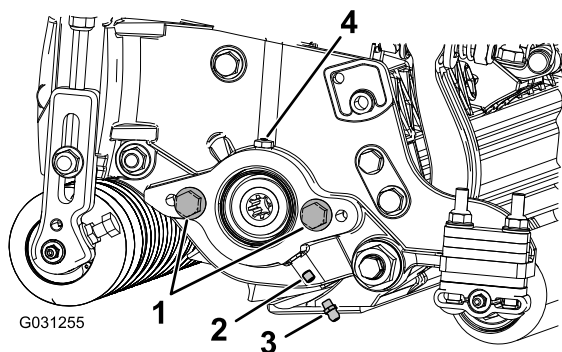

Figura 4
2. Instale el engrasador recto (Figura 4).
2. Si no hay tornillos en la placa lateral del motor del molinete, instálelos (Figura 4).
5. Engrase la placa lateral hasta que salga el exceso de grasa del orificio (Figura 4).